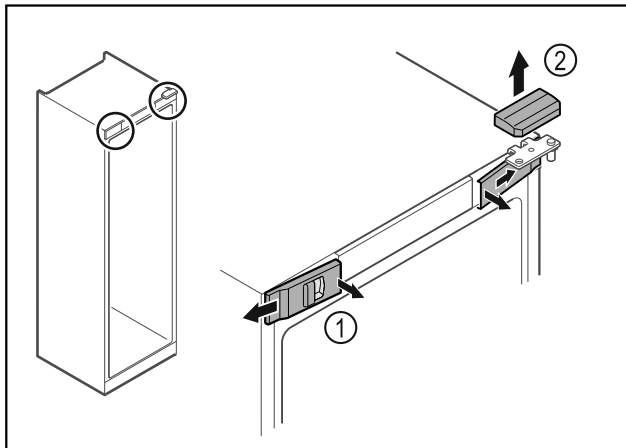

Fig. 6
- Ξεκουμπώστε εσωτερικά τα μπροστινά καλύμματα Fig. 6 (1) και αφαιρέστε τα προς το πλάι.
- Αφαιρέστε προς τα επάνω το επάνω κάλυμμα Fig. 6 (2).